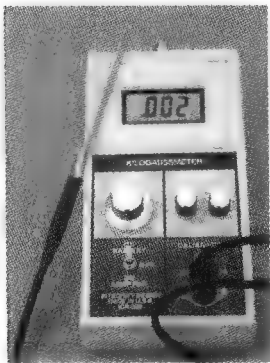

图 7-5 直流高斯计（LessEMF 公司配制的集成型 IDR-329）
高斯 虽然特斯拉 (T) 是 SI 单位制的磁通密度单位, 但是 CGS (厘米-克-秒) 单位制中却使用高斯 (G) 的单位 ($10^4\text{G}=1\text{T}$)。实际用于测量磁通密度的仪器是高斯计, 典型的高斯计如图 7-5 所示。这种特殊的高斯计是一种四量程便携式仪器, 可以测量像地球磁场一样的弱磁场 (约 0.5G , 但根据位置的不同而有所变化), 也可以测量像 MRI (核磁共振成像, 约 $10\,000\text{G}$) 那样的强磁场。高斯仍然是广泛使用的单位, 所以高斯和特斯拉我们都应该熟悉。